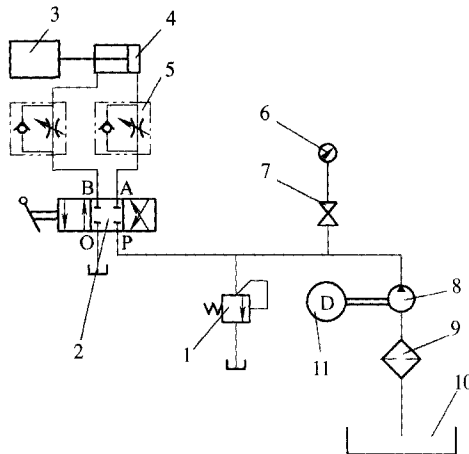

图 4
(8) 液压系统 本液压系统总成为上置卧式液压泵站系统(此部分不作过多介绍),电动机、液压泵、控制阀、单向节流阀均安装在油箱之上,结构紧凑,占地小。图4为此专机的液压原理。